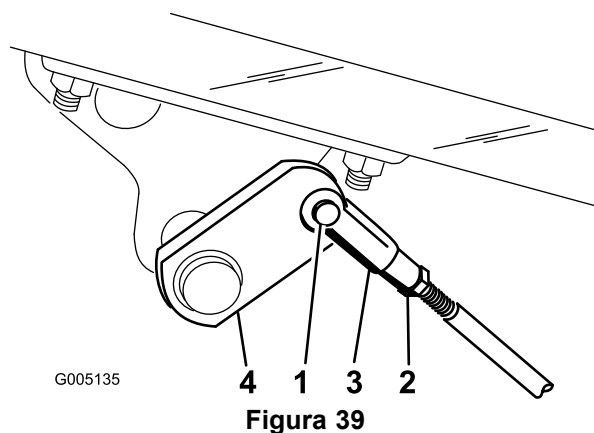

Figura 39
2. Nel caso in cui i freni non si blocchino in modo uniforme, togliete la coppiglia ed il perno del cavallotto per scollegare le aste dei freni (Figura 39).
3. Allentate il controdado e regolate il cavallotto come opportuno (Figura 39).
4. Montate il cavallotto sull'albero del freno (Figura 39).